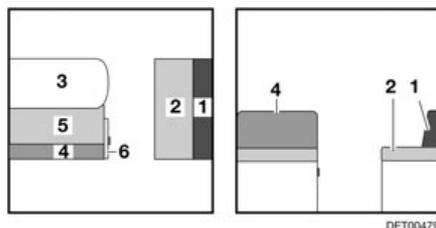

Fig. 128 Antes de la transformación
- Ampliar la mesa (Fig. 128,3) y transformarla en base de cama (véase apartado 7.7).
- Tirar del asidero y abrir la trampilla (Fig. 128,6).